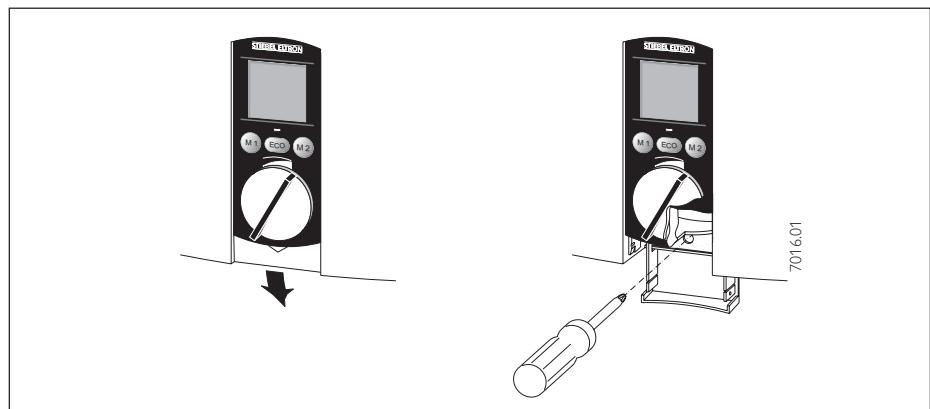

Abb. 11 / Fig. 11 / Afb. 11
- Abdeckklappe (Abb. 11) öffnen, Befestigungsschraube lösen, Gerätelappe abnehmen.
- Open cover plate (Fig. 11), loosen fastening screw, remove unit cover.
- Ouvrir le capot (fig. 11). Desserrer la vis de fixation, déposer le capot de l'appareil.
- De afdekklep (Afb. 11) openen, bevestigingsschroef losdraaien, de kap van het toestel afnemen.